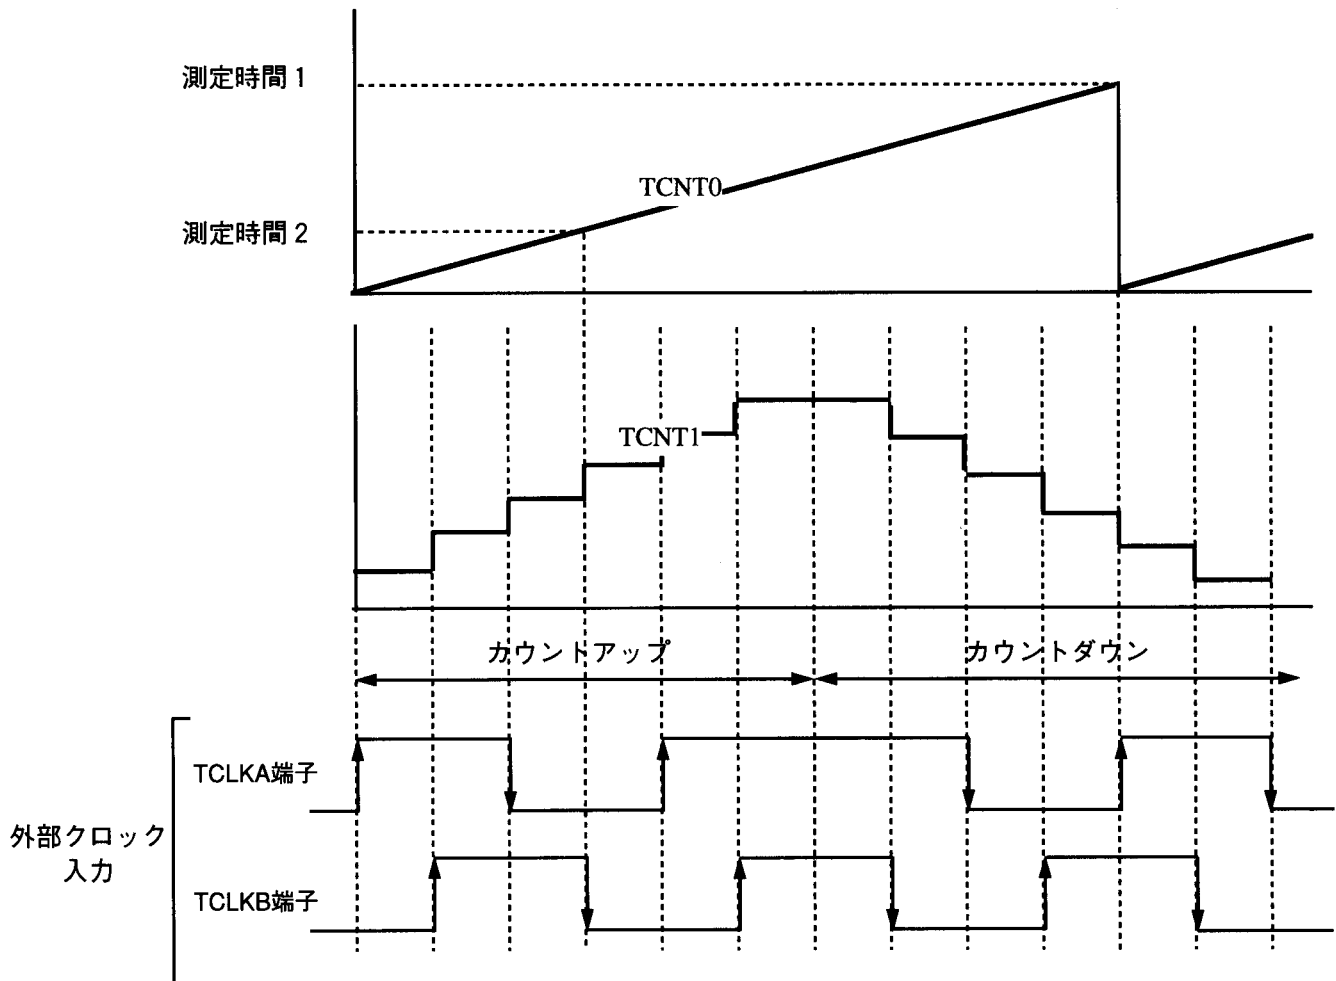

図2.7.1 2相エンコーダカウンタの取り込み
- (1) 図2.7.1に示すようにch1に2本の外部クロックを入力し、そのパルスの位相差によりカウンタをカウントアップまたはカウントダウンします。またch0に設定した測定時間毎(測定時間1/2)に同期してch1のカウント数を測定し、結果をRAMに設定します。
- (2) タイマカウンタの初期値をH'0000とし、ソフトウェアカウンタを用いて-2147483648~2147483647までカウントできます。